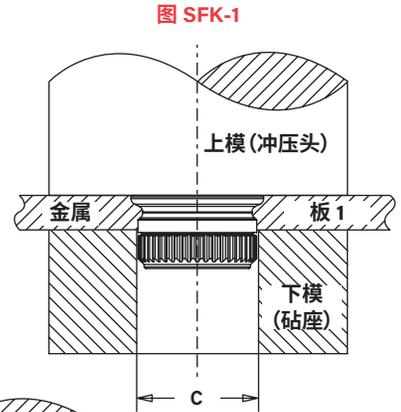

图 SFK-1
2. 仅通过板 1，保持上下模平行，施加挤压力，直到紧固件与板 1 顶部齐平。(见图 SFK-1)。